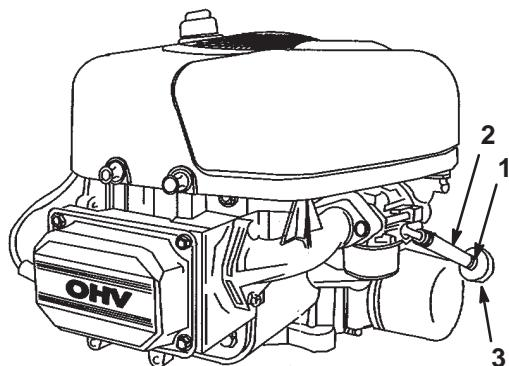

Bild 28
- Öffnen Sie die Motorhaube und machen den Kraftstofffilter ausfindig (Bild 28).
- Drücken Sie die Enden der Schlauchklemme zusammen und schieben sie an der Kraftstoffleitung nach oben zum Kraftstofftank (Bild 28).
- Ziehen Sie die Kraftstoffleitung vom Filter (Bild 28) herunter und lassen das Benzin in einen Benzinkanister oder eine Auffangschale ablaufen.
Tauschen Sie den Kraftstofffilter am besten aus, wenn der Tank leer ist (Bild 28). Bringen Sie niemals einen schmutzigen Filter wieder an, nachdem Sie ihn von der Kraftstoffleitung entfernt haben.
- Drücken Sie die Enden der Schlauchschellen zusammen und schieben sie vom Filter weg (Bild 28).